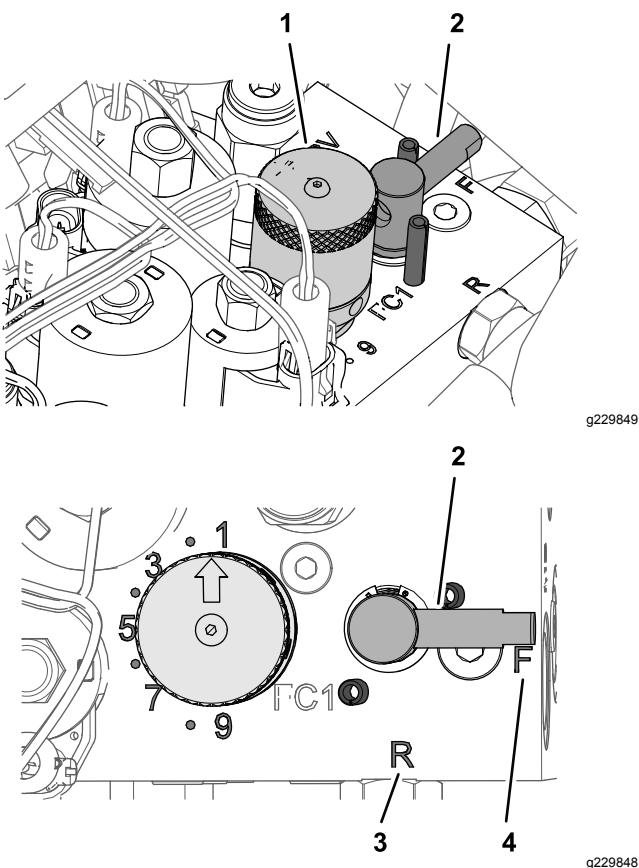

Figura 57
4. Gire la palanca de autoafilado a la posición R (Figura 57).
6. Gire el control de velocidad de los molinetes a la posición 1 (Figura 57).